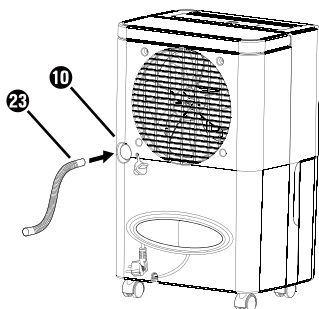

Fig. 4
- ◆ Fjern lukkeproppen ⑨ fra vandudløbsåbningen ⑩.
- ◆ Sæt enten den medfølgende slange ②③ eller EU-haveslangeadapteren ②④ på vandudløbsåbningen ⑩ (se fig. 4 og 5).